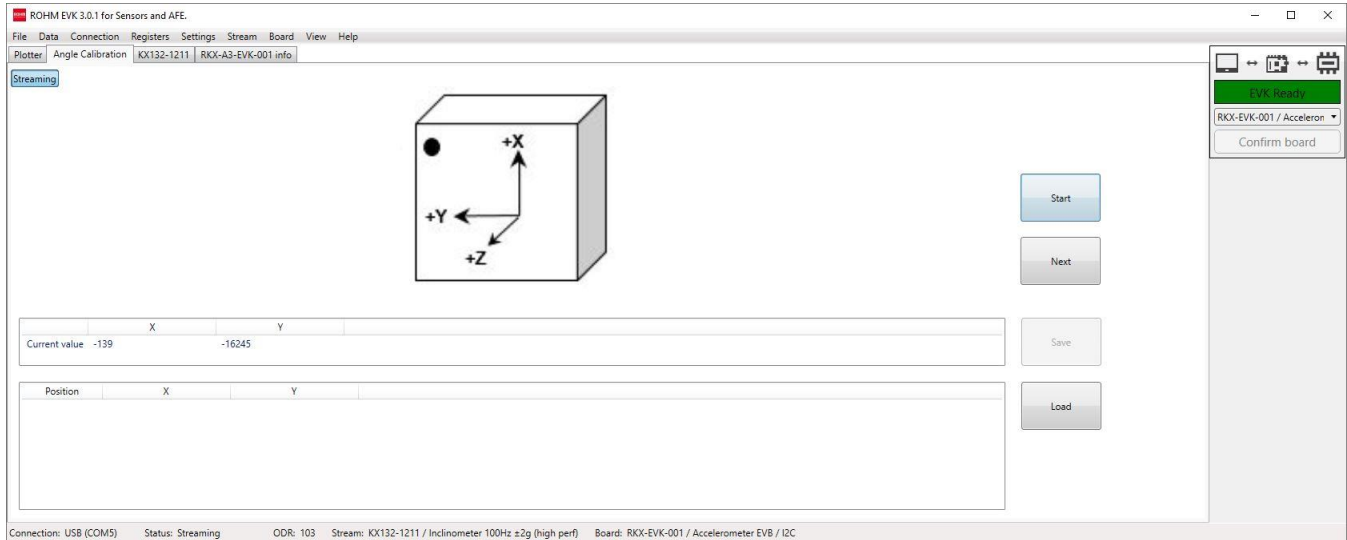

Figure 60. Angle Calibration, ポジション 1
1. 方向図に示されているように、デバイスを最初のキャリブレーション位置に置きます (Figure 60)。